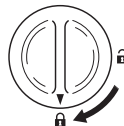

Abbildung 4 – Deckel verriegeln
- Den Deckel des aseptischen Gehäuses schließen und den Riegel 90° im Uhrzeigersinn drehen, bis der Arretierstift hörbar einrastet. Sicherstellen, dass die Markierung auf das Arretieren-Symbol gerichtet ist (Abbildung 4).